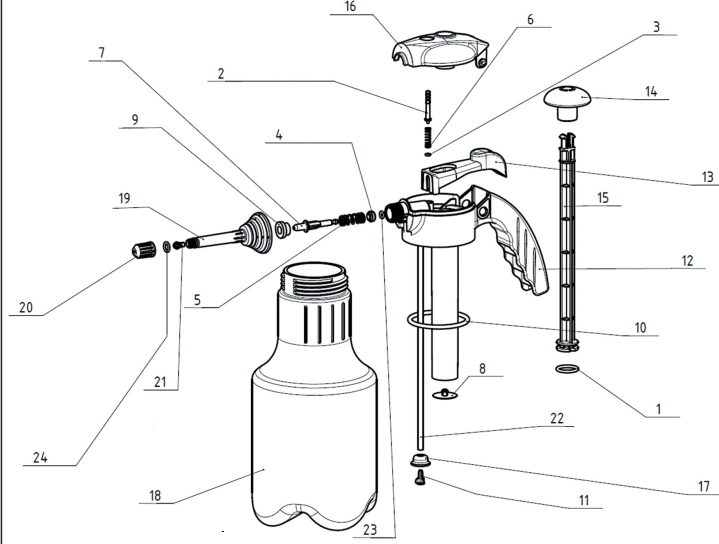

Рисунок 1
За ручку насоса (14, см. рис.1) накачайте необходимое для работы давление. Проверьте, достаточно ли давление достигнуто, путем нажатия клавиши (13): факел распыления достаточное ли давление просматривается. Излишнее давление создавать нет необходимости. В начале работы настройте рассеивающую гайку (20). Вращая ее вокруг своей оси, выберите тип факела: от мелкодисперсного тумана до направленной струи.